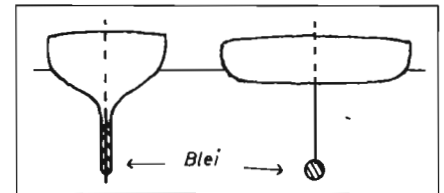

Abb. 7: Stabilität durch viel Kielblei und große Breite
A. Tiller schreibt 1921 zutreffend: „So einfach wie bei Dampfmaschinen liegen die Verhältnisse bei Segeljachten nicht. Hier kommen zu den drei Faktoren Form-, Wellen- und Reibungswiderstand für den Schiffswiderstand noch die Stabilität oder segeltragende Kraft für die Erzielung der Geschwindigkeit in Betracht.“ Die althergebrachten Wege zu diesem Ziel sind entweder ein schlanker Bootskörper mit schwerem Bleigewicht oder ein breites Boot mit mäßigem Kielgewicht (vgl. Abb. 7).